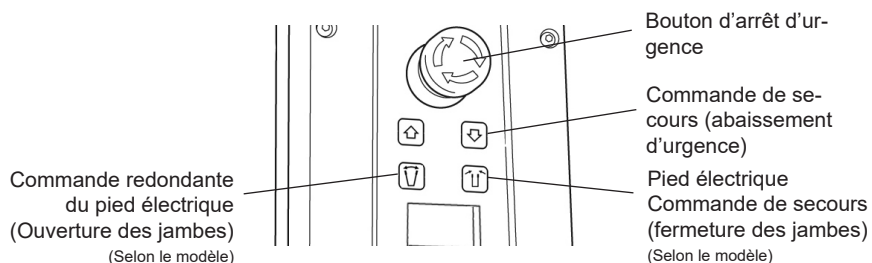

Fig. 8
6. Accrochez la batterie au boîtier de commande et tournez le bouton rouge d'arrêt d'urgence sur le boîtier de commande (Fig. 8) dans le sens horaire afin de le sortir (position ON).